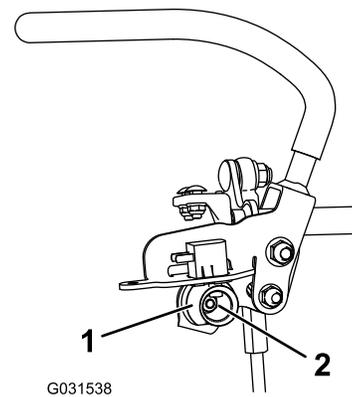

Рисунок 74
6. Ослабьте гайку, удерживающую кулачок (Рисунок 74).